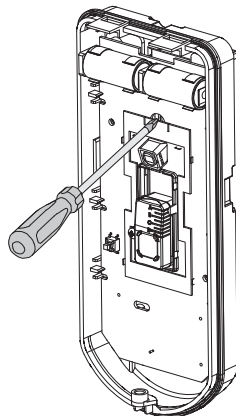

Figure 10: PCB
9. Pour rajuster le pivot standard lorsque la carte PCB est installée (Figure 10):
- b. A l'aide d'un tournevis hexagonal, desserrez la vis de fixation (cf. Figure 10).